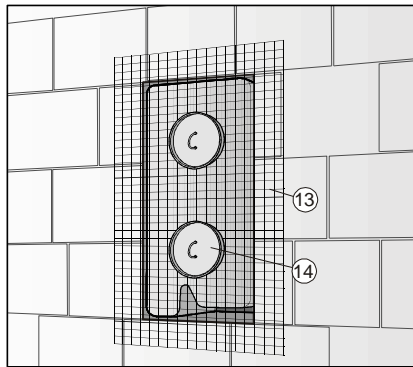

Abb. 8
Plasa de tencuiala (13) se aplică peste caseta de polistiren, indiferent dacă s-a montat extensia sau nu. (fig. 8 și 8a)